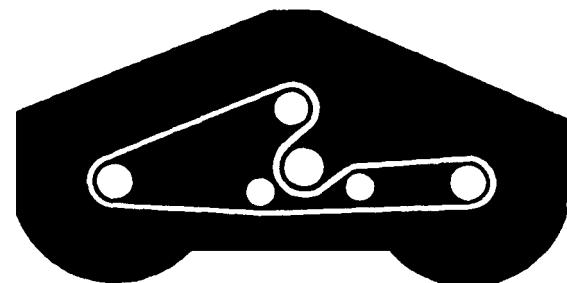

Figura 14
5. Coloque a nova correia à volta das polies da haste e polie falsa, conforme indicado na Figura 14.